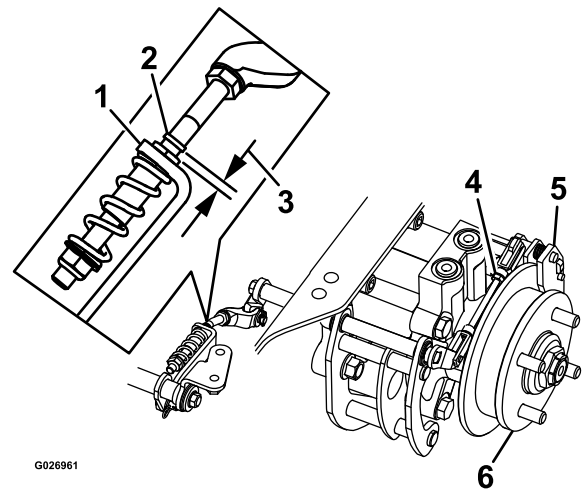

Figura 84
8. Compruebe si hay un espacio visible entre la escuadra y el tope del acoplamiento (Figura 84).